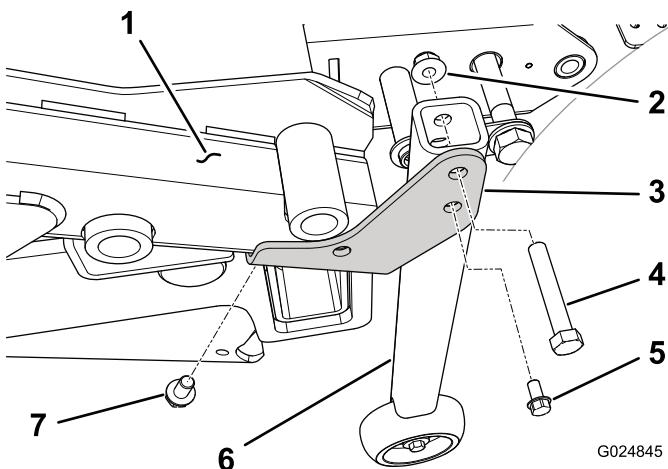

Figura 34
3. En unidades de tracción con número de serie superior a 313000001, Monte un soporte de conversión (derecho o izquierdo) en la cara inferior de cada esquina trasera del bastidor de la carcasa con un tornillo autorroscante de 3/8 x 5/8 pulgada (Figura 34). El soporte debe estar orientado hacia la parte trasera del bastidor trasero.
4. Monte el tubo de soporte vertical en el soporte de conversión (derecho o izquierdo) de cada esquina del bastidor de la carcasa con un tornillo de 3/8 x 2-1/4 pulgadas y una tuerca con arandela prensada de 3/8 pulgada (Figura 34).